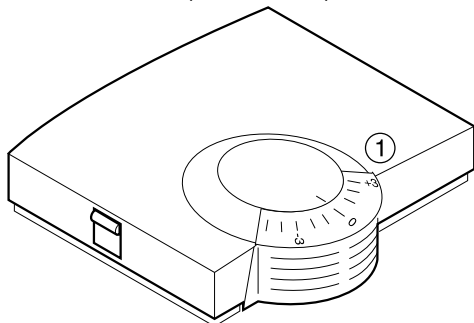

Abb. 5: HCW 82
- ▶ Wählen Sie am Stellrad (1) (siehe Abb. 5) die gewünschte Änderung zur voreingestellten Temperatur (Angaben auf der Skala in  $^{\circ}\text{C}$ ).
- ▶ Prüfen Sie, ob sich das Stellrad in der in Abb. 5 gezeigten Position befindet.